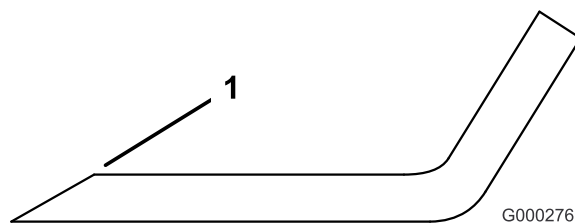

Figure 85
- Examinez les tranchants de toutes les lames et aiguissez-les s'ils sont émoussés ou ébréchés. N'aiguissez que le haut du tranchant et conservez l'angle de coupe d'origine pour obtenir une coupe nette (Figure 85). Limez la même quantité de métal sur chacun des deux tranchants pour ne pas déséquilibrer la lame.